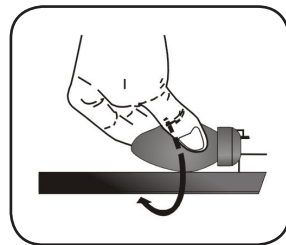

Abb. 3, Nr. 3
1. Lösen Sie zum Austausch des Leuchtmittels die Schrauben auf der Rückseite des Gerätes (siehe Abb. 3, Nr. 1) und entnehmen Sie die Öffnung wie in Abbildung 3, Nr. 2 dargestellt.